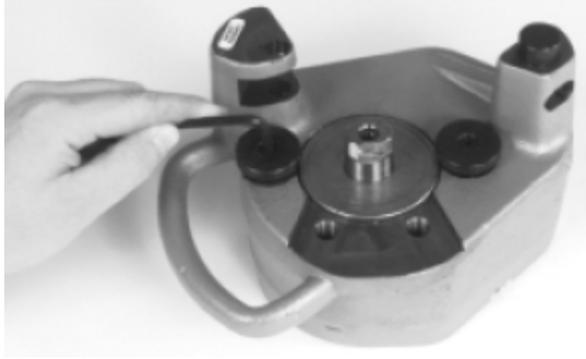

图17 — 安装铜管用稳定轮
1. 安装铜管用稳定轮（在2"-6" 10规管稳定轮对面位置）（见图17）。